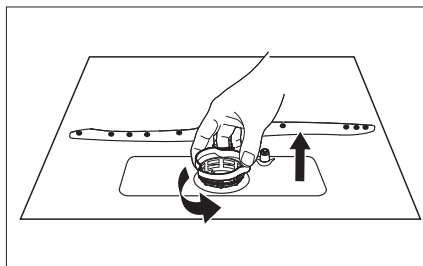

Fig. 19
- Gire el filtro grueso (a) en sentido antihorario y extraígallo del filtro principal (véase **fig. 19**).